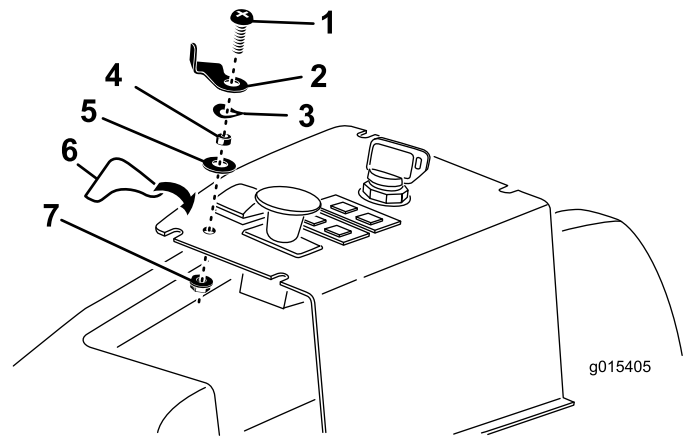

Figura 14
3. Inserite leva di bloccaggio sollevamento, distanziale, rondella ondulata e rondella piana sul posizionamento della vite a testa piatta da 1/4" x 1" come mostrato nella Figura 14.
4. Inserite la vite di montaggio della leva di bloccaggio sollevamento nel foro del pannello di controllo e fissatela con un dado di bloccaggio. Collocate la leva di bloccaggio sollevamento come mostrato nella Figura 14.
5. Affiggete l'adesivo della leva di bloccaggio sollevamento sul pannello di controllo, come mostrato nella Figura 14.